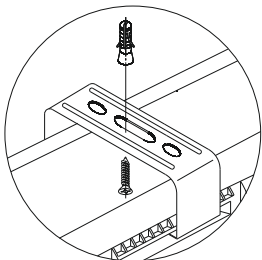

Рисунок 3
**3.2.5** Монтаж светильника на рабочую поверхность производить при помощи монтажных скоб и крепежа, входящих в комплект поставки (рисунок 3):